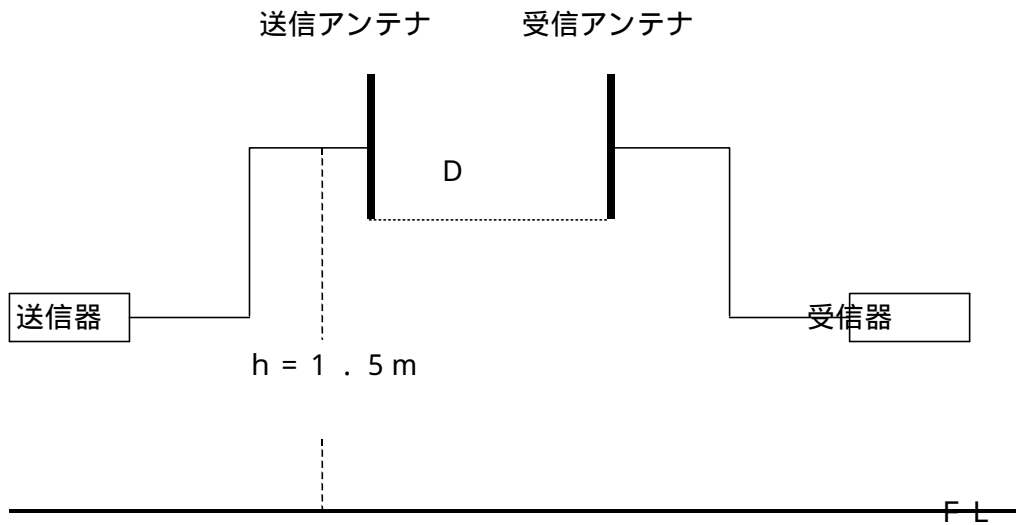

図 1 シールド減衰量測定 / 校正時セットアップ
- 1) 校正距離は表 - 1 に示す通りとし、図 1 に示すように測定器をセットアップする。